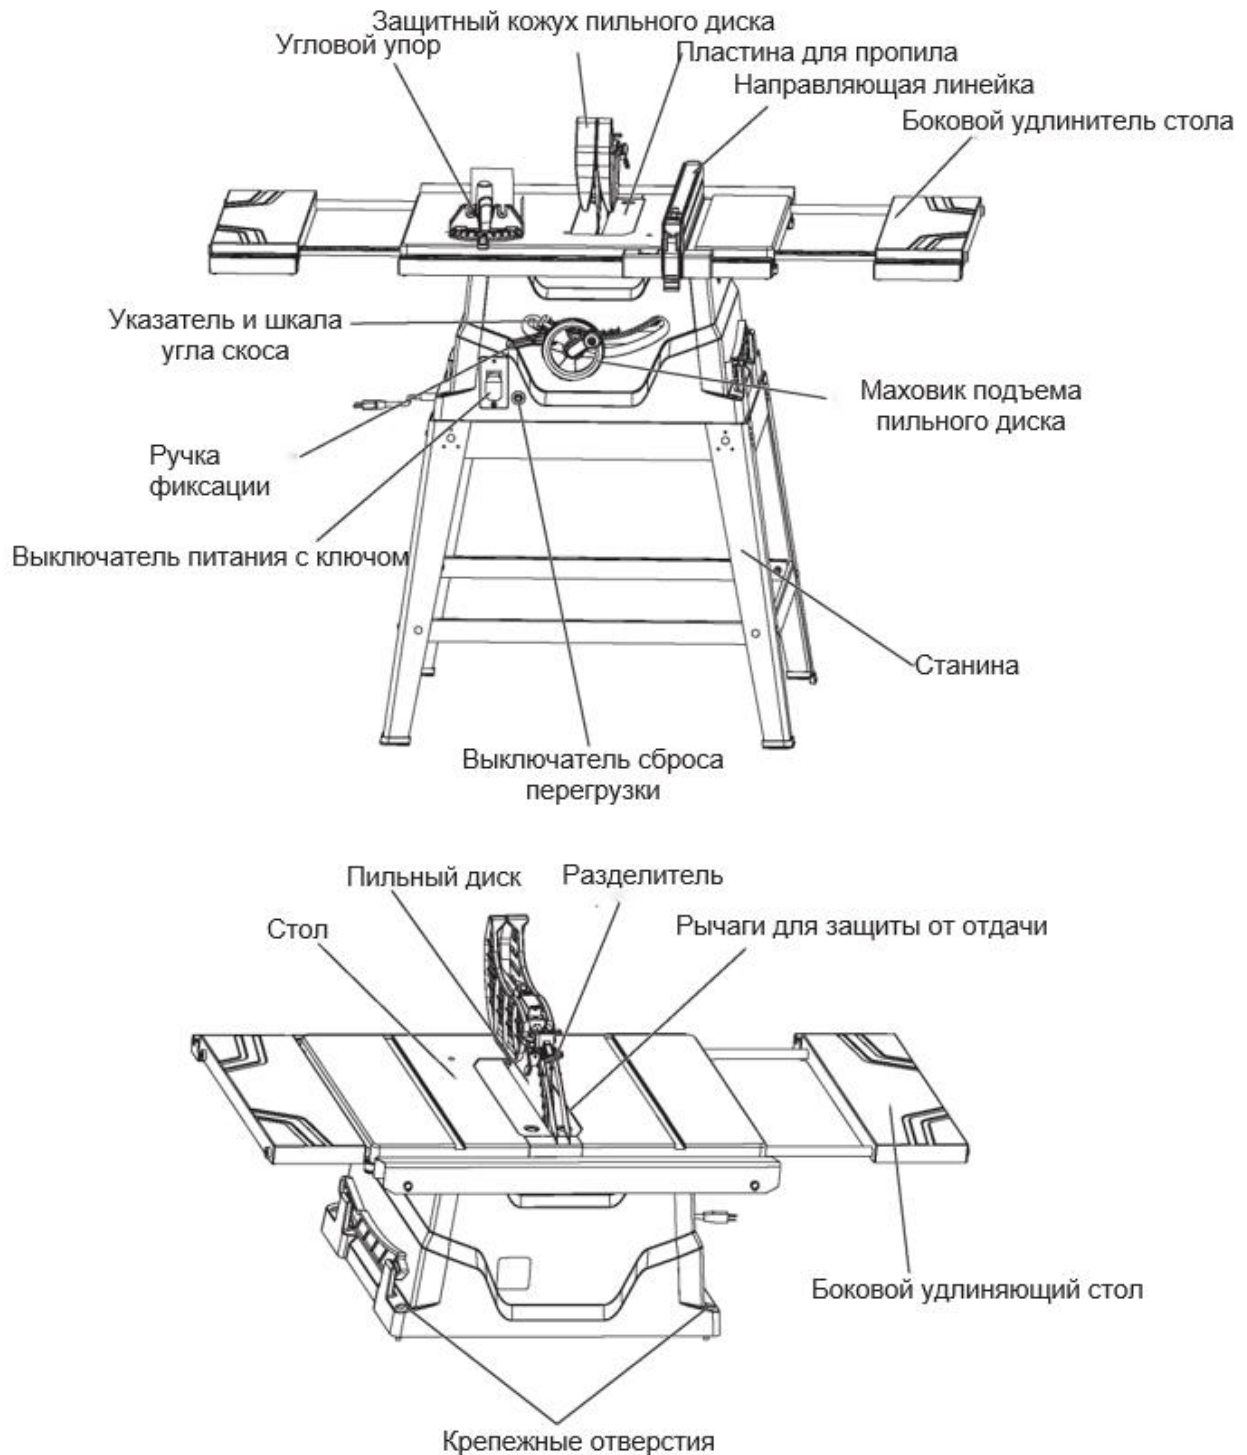

Рис. 1 Общий вид станка
4.1.1. Схема общего вида станка представлена на Рис. 1.